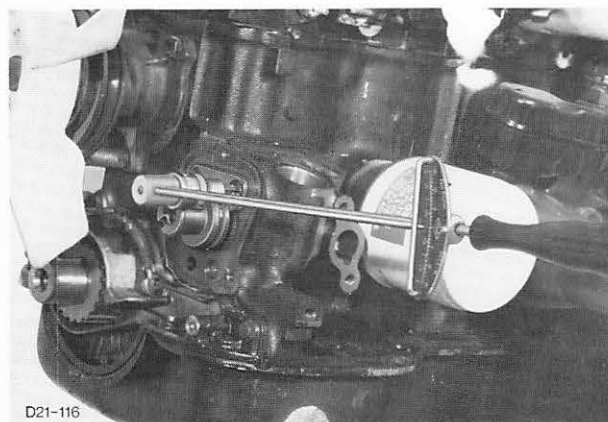

Abb. 322 Halteplatte – Nebenwelle mit Drehmoment anziehen
9. Nebenwelle einsetzen und Halteplatte montieren, Abb. 322. Axialspiel überprüfen (siehe Technische Daten), gegebenenfalls durch andere Halteplatte oder Nebenwelle korrigieren.